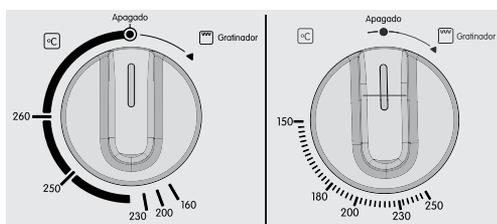

Figura 21. Selector de temperatura según referencia
1. Con la puerta abierta, gire la perilla del selector de temperatura en el sentido contrario a las manecillas del reloj hasta la posición de máxima temperatura según referencia. Ver Figura 21.